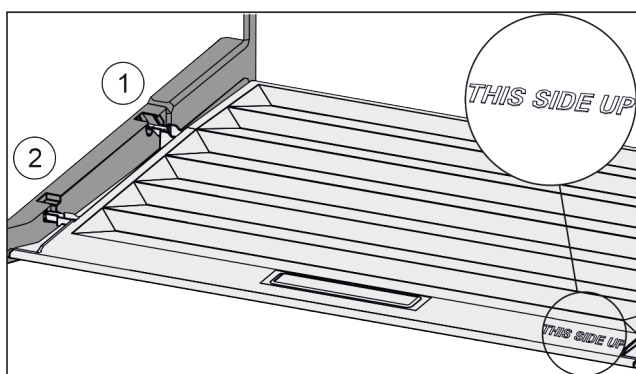

Fig. 127
- ▶ Výstupky veka zavedte cez otvor zadného držiaka Fig. 127 (1) a zaistite vpredu v držiaku Fig. 127 (2).